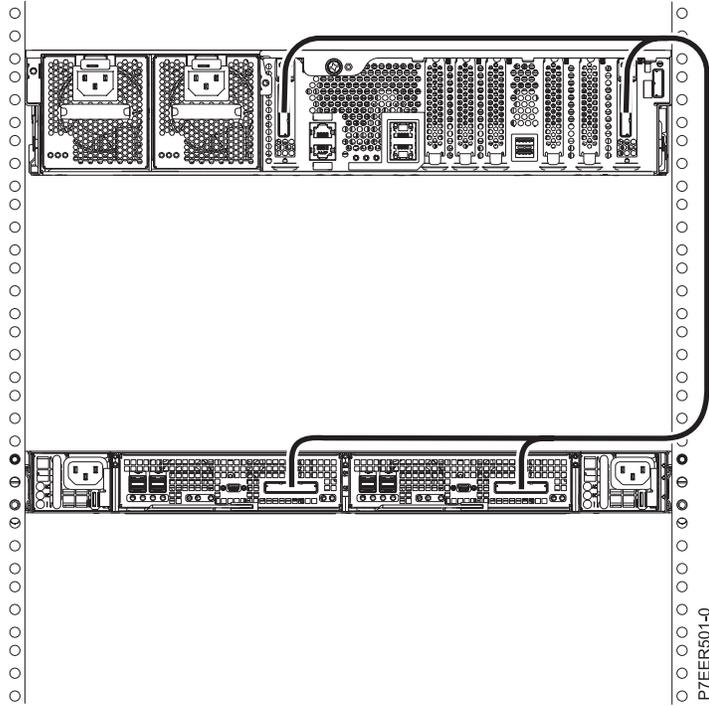

Figura 23. Un Alojamiento de almacenamiento PCIe de EDR1 conectado a un sistema 8246-L2T mediante dos adaptadores PCIe2 GX++ FC EJ0H y dos cables PCIe
La Figura 23 en la página 21 muestra un ejemplo de conexión de un Alojamiento de almacenamiento PCIe de EDR1 a un sistema 8246-L2T mediante dos adaptadores PCIe2 GX++ con el código de característica (FC) EJ0H y dos cables PCIe.